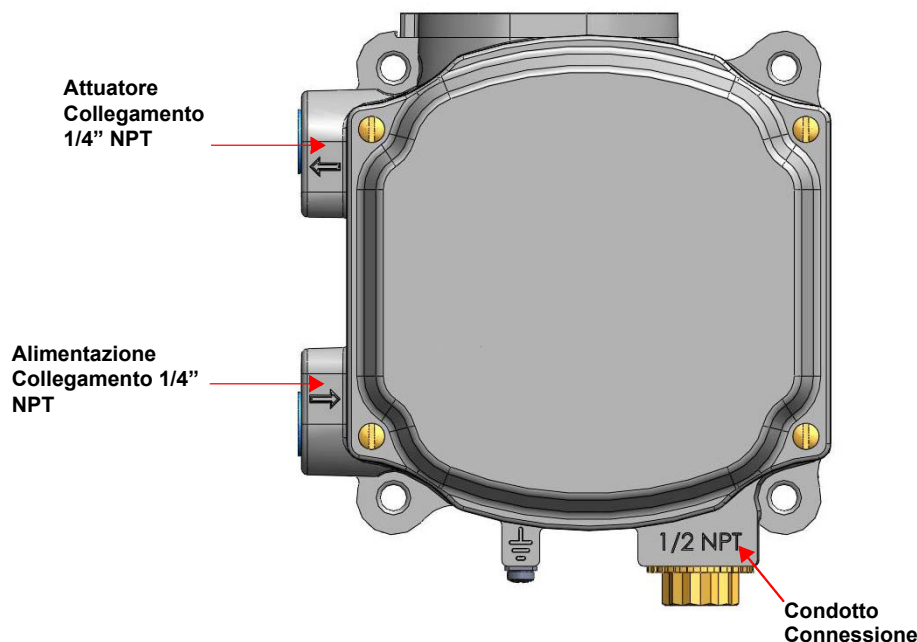

Figura 22 - Prese dell'aria
1. Installare la tubazione sulla presa di alimentazione d'aria. Diametro minimo delle tubazioni 1/4" (Figura 22).